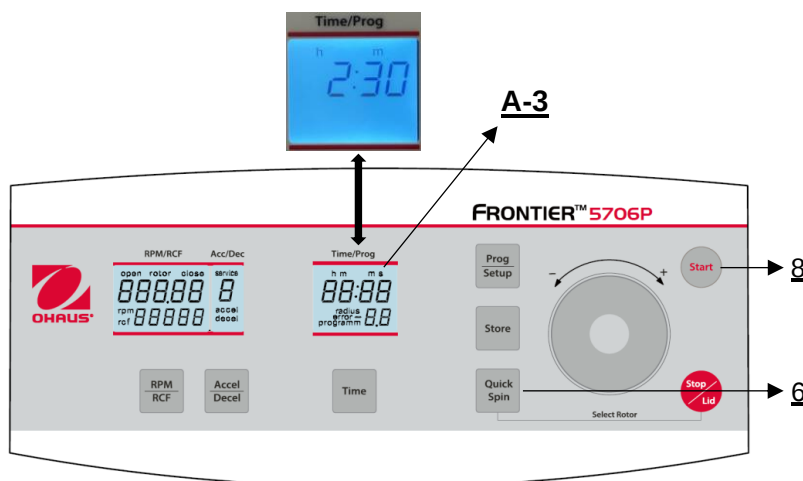

Figura 25
È possibile avviare la centrifuga con il tasto **"Start"** (8) (vedere Figura 25) o con il tasto **"Quick Spin"** (6). Con il tasto **"Start"** (8) si possono avviare le corse memorizzate o quelle con parametri preselezionati manualmente.